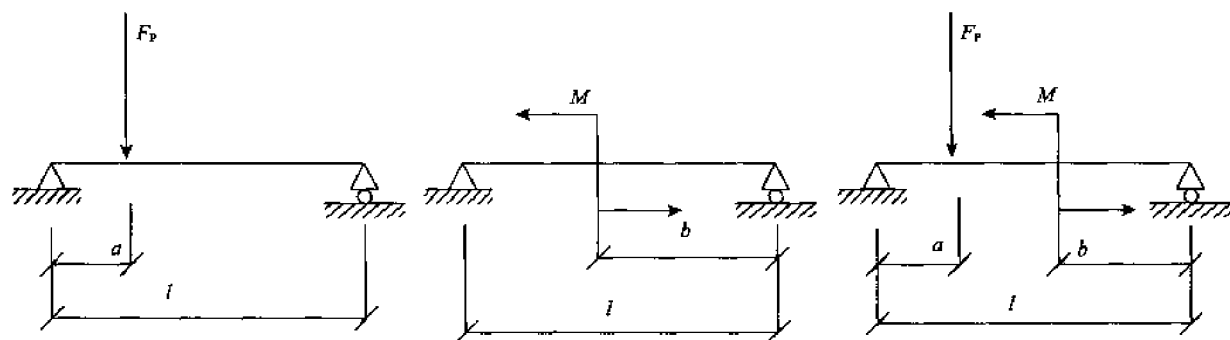

图 9-28
3. 简支梁受力如图 9-28 所示, 它们的中点挠度分别是 f_P 、 f_m 和 f , 应变能分别是 V_P 、 V_m 和 V , 则_____。